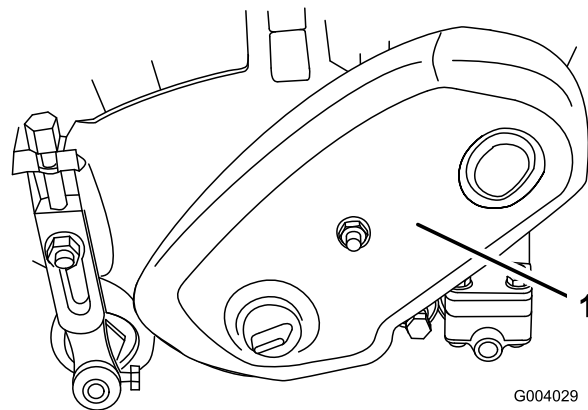

Bild 32
1. Nehmen Sie die Befestigungsschrauben der Riemenabdeckung und die Riemenabdeckung ab, um den Riemen zugänglich zu machen (Bild 32).